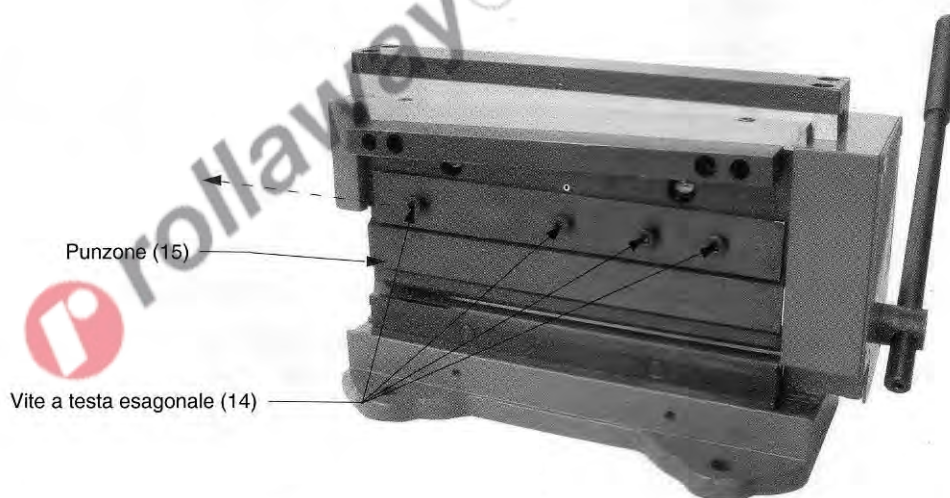

Figura 4 – Cambio del punzone
1. Svitare la vite a testa esagonale (14) mantenendo il punzone in posto.
2. Rimuovere gli altri punzoni non necessari, facendoli scivolare fuori dal lato sinistro della mini cesoia. Vedi Figura 4.